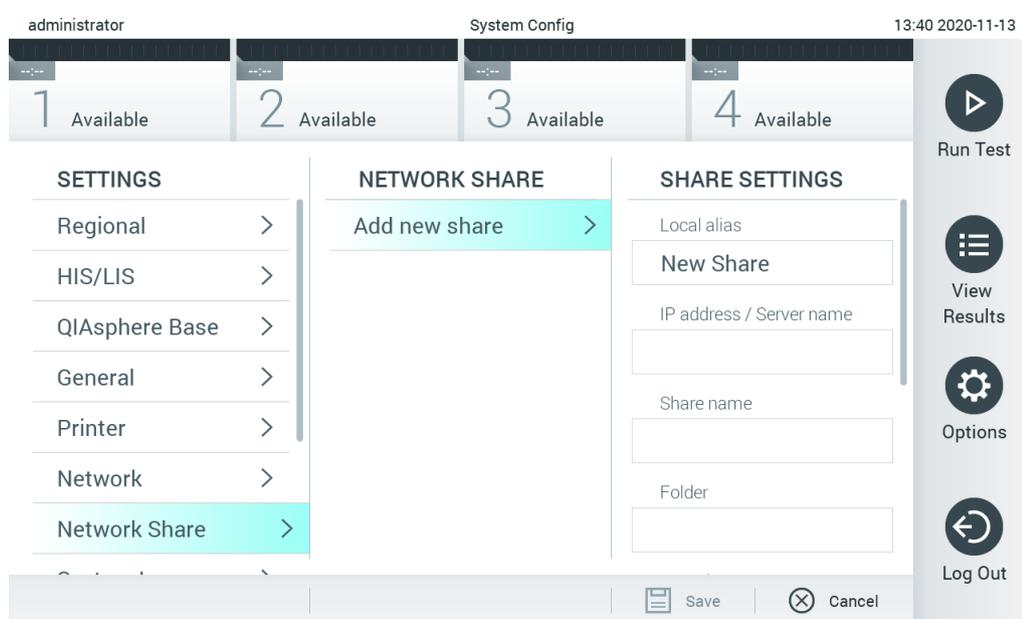

Figure 76. Ajout d'un partage réseau.
3. Appuyez sur le bouton Add new share (Ajouter un nouveau partage) (Figure 76).